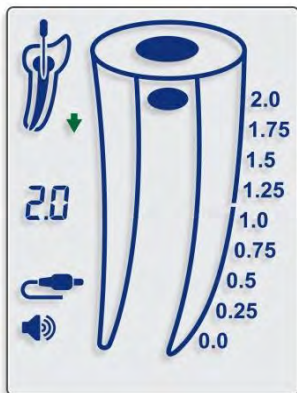

Rys. 5
7.4.10. Ruch pilnika w kanale odzwierciedlają strzałki DÓŁ (rys. 5) i GÓRA (rys. 6) na ekranie.